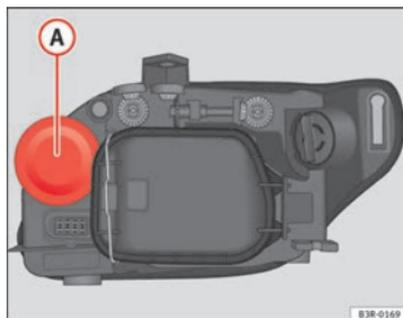

Abb. 208 Fernlicht
- Ziehen Sie die Gummikappe (A) ⇒ Abb. 208 ab.